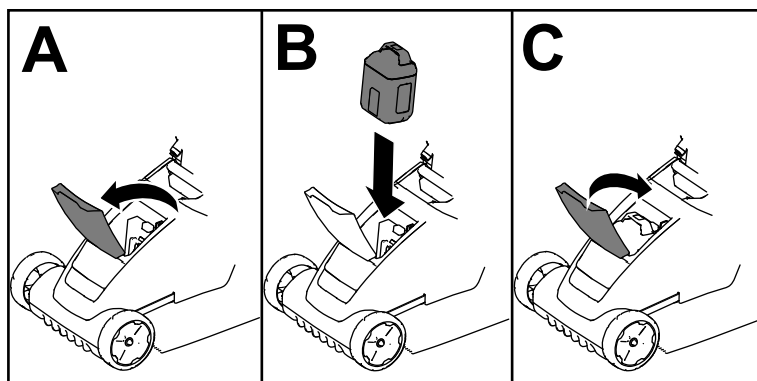

Figura 8
3. Eleve a tampa do compartimento da bateria (A de Figura 8).
4. Alinhe a cavidade da bateria com o ressalto na máquina e deslize a bateria para o compartimento até que encaixe no sítio (B de Figura 8).
5. Feche a tampa do compartimento da bateria (C de Figura 8).